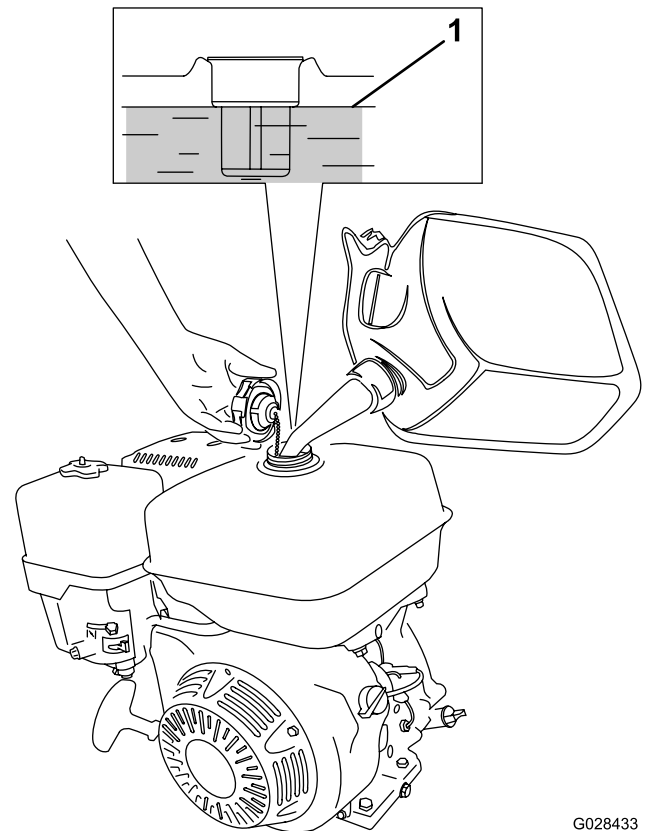

Figura 23
1. Limpie la zona alrededor del tapón del depósito de combustible y retire el tapón del depósito (Figura 23). Llene el depósito de combustible con gasolina sin plomo (87 octanos mínimo) hasta aproximadamente 25 mm por debajo de la parte superior del depósito para permitir la expansión del combustible.